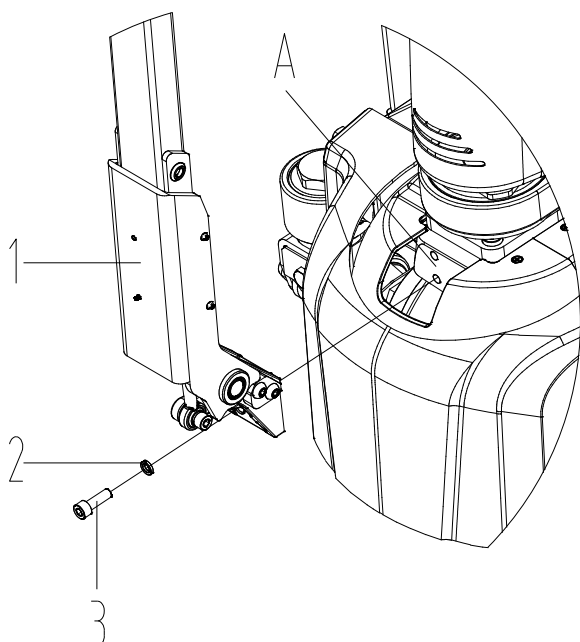

Figura 2
- Como se mostra na Figura 2, assegure-se de ter todas as peças necessárias do conjunto do timão/guiador. Localize os pontos de fixação (1), alinhando-os na posição correcta A. Coloque os parafuso (3) e anilhas (2) e aperte-os bem.